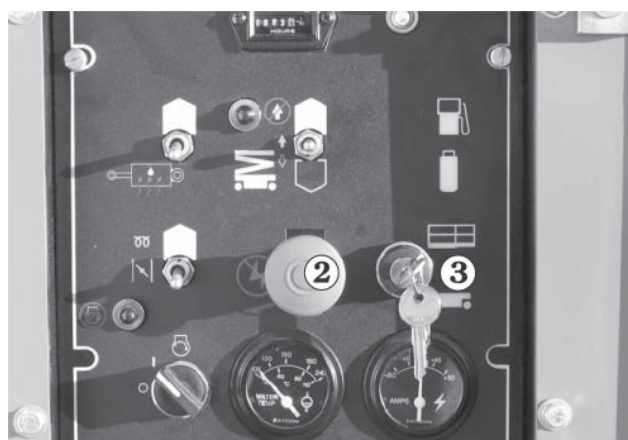

Abb. 8.4
2. Schalten Sie den **Notaus-Schalter ②** ein (obere Stellung).
3. Schalten Sie den **Boden-/Plattform-Wahlschalter ③** auf Boden (untere Stellung) (siehe Abb. 8.4).